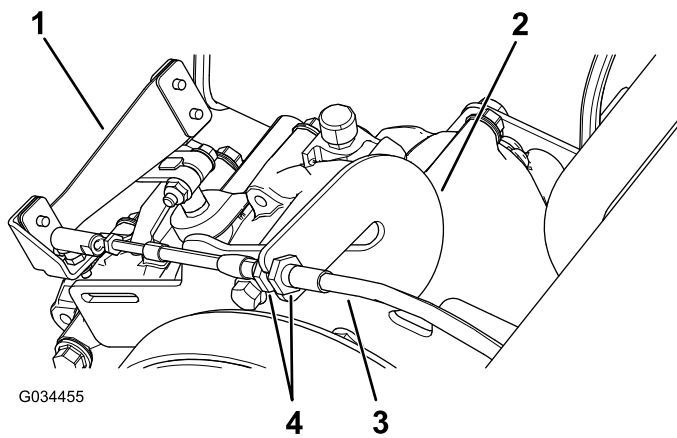

Figura 61
1. Afloje las contratueras del cable de la palanca de cambios y ajústelas cuanto sea necesario (Figura 61).
- Pruebe la posición de la palanca de cambios girando el selector a las 3 posiciones distintas y compruebe si la palanca (Figura 61) cambia correctamente al cambiar de marcha; consulte Palanca de cambios e indicador de cambio de marcha (página 14).